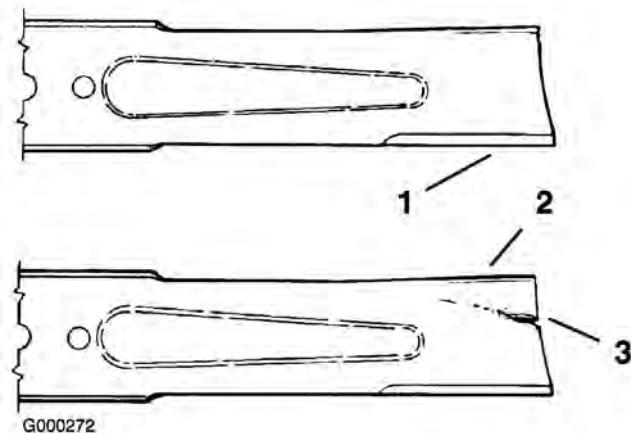

Figure 64
1. Examinez le tranchant des lames (Figure 64). Si les lames ne sont pas tranchantes ou si elles présentent des indentations, déposez-les et aiguisez-les (voir Aiguiseage des lames).
2. Inspectez les lames, surtout la partie incurvée (Figure 64). Remplacez immédiatement toute lame endommagée, usée ou qui présente une entaille (Figure 64).